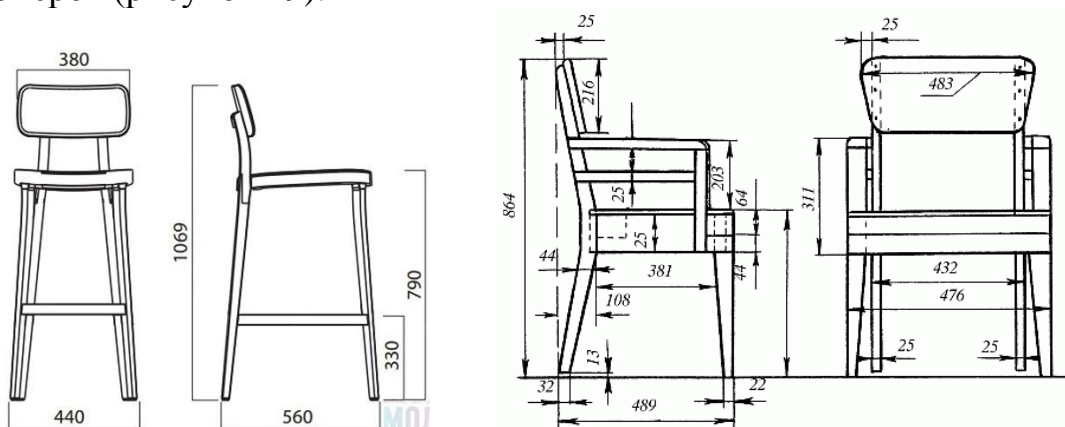

Рисунок 19. Примеры технических эскизов моделей с указанием линейных размеров
- эскиз объекта проектирования в 2-3 ракурсах с указанием линейных размеров (рисунок 19).